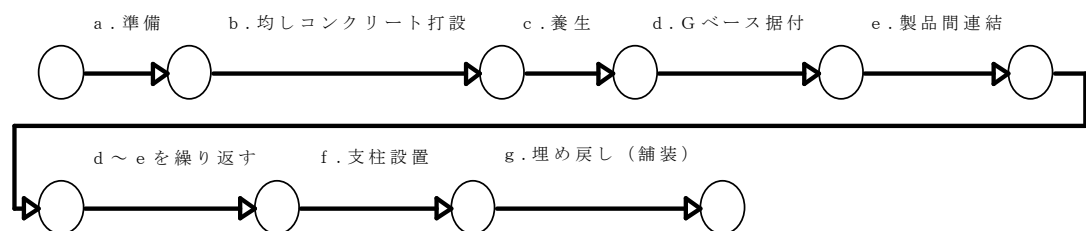

図 1 G ベース据付の工程（車両用）
- 1) 車両用 G ベースの据付の主な工程は、図 1 の通りとします。